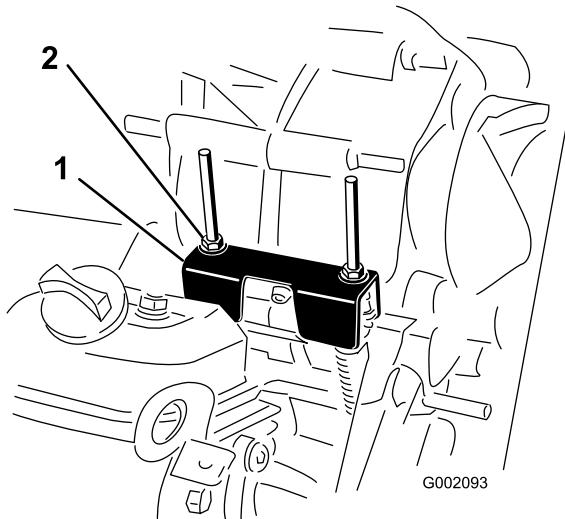

Bild 61
3. Drehen Sie eine der Sicherungsmuttern (Bild 61), um einen Abstand von 0,762 mm bis 1,524 mm zwischen der Unterseite der Mutter bzw. Scheibe und der Leerlaufhalterung zu erhalten.
Wenn Sie regelmäßige Wartungsarbeiten und/oder eine Motordiagnostik durchführen, müssen Sie das Getriebe in den LEERLAUF schalten (Bild 61). Der Ganghebel der Maschine hat eine NEUTRAL-Stellung, die den Leerlauf des Getriebes festlegt. Treffen Sie die folgenden Maßnahmen, um sicherzustellen, dass der Ganghebel in der Leerlaufstellung die Antriebsachse auch richtig auf Leerlauf schaltet:
2. Stellen Sie sicher, dass die Leerlaufhalterung in der NEUTRAL-Stellung ist (mit der Kabelbefestigungshalterung unter der Ganghalterung nivelliert), indem Sie die Antriebskupplung drehen (Bild 61).